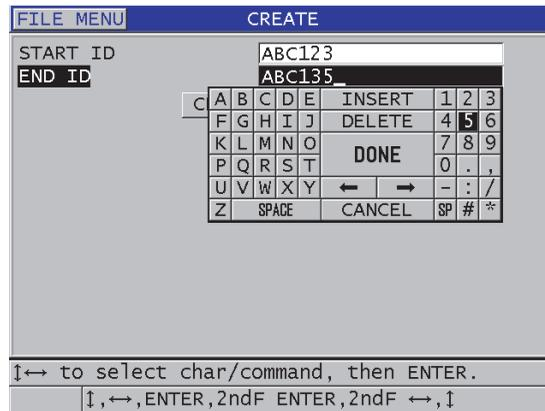

Figura 11-5 Selección de la serie de números de identificación (ID) para crear el archivo de tipo secuencial
3. En la segunda página de la pantalla **CREAR** (CREATE) [ver Figura 11-5 en la página 198]: